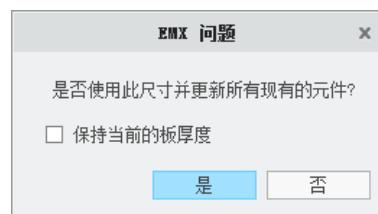

图 30.18 “EMX 问题”对话框
Step4. 更改模架尺寸。在“模架定义”对话框右上角的 **尺寸** 下拉列表中选择 596x596，此时系统弹出图 30.18 所示的“EMX 问题”对话框，单击 是 按钮。